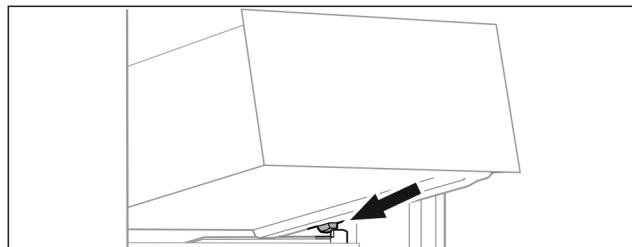

Fig. 22
- Наклоняя вниз, установите выдвижной ящик за стопоры на контейнерное ребро Fig. 22 () .